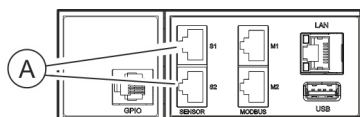

Fig. 25 : Raccordement pour capteurs S1/S2
- ➔ Brancher la fiche du capteur dans le raccordement S1 ou S2 du PDU (Fig. 25 /A).